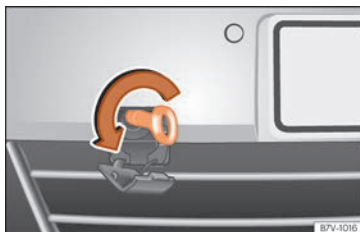

Fig. 105 Sur la partie droite du pare-chocs avant : visser l'œillet de remorquage.
Le logement de l'œillet de remorquage à visser se trouve sur la partie droite du pare-chocs avant » **fig. 105**.
- Vissez l'œillet de remorquage dans son logement **dans le sens inverse des aiguilles d'une montre** autant que possible » **fig. 105**